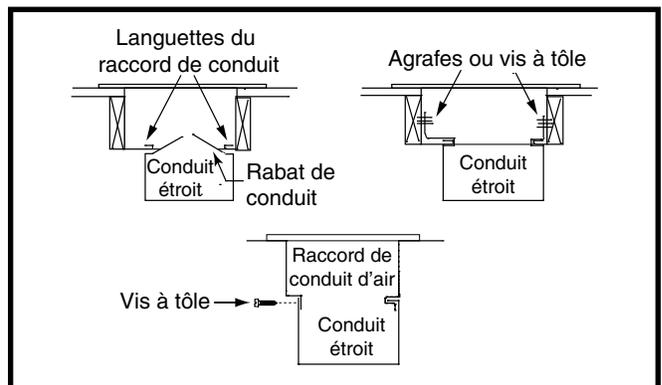

Figure 12. Conduits étroits
4. Pliez les languettes inférieures du raccord de conduit vers le haut et serrez-les le plus possible contre le conduit d'alimentation en air. Voyez la Figure 12 \(page 8\).